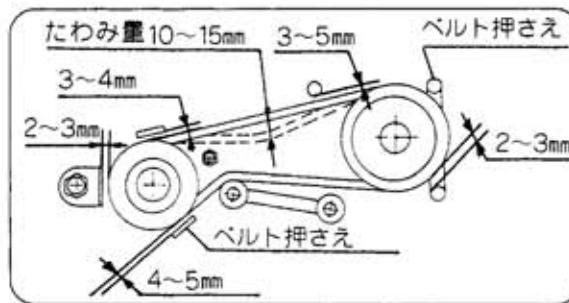

図40
- ③ ベルトの中央を指で軽く押さえて、ベルトのたわみ量が10~15mmになるようにし、またベルト押さえとベルトの間隔が2~5mm内外になるようにレバーのワイヤ調整とベルト押さえ取付ボルトをゆるめて、調節してください。(図40)